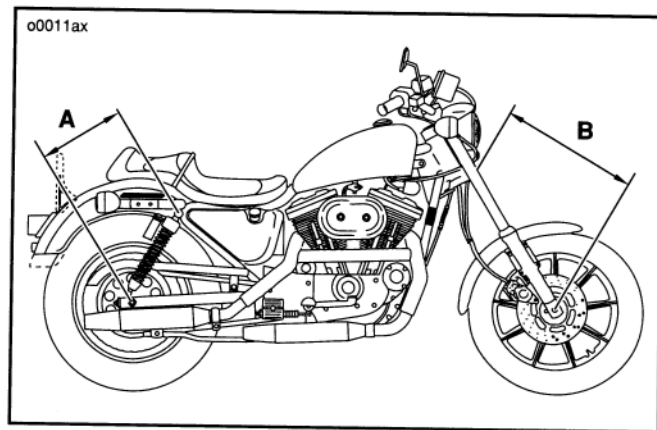

Figura 20. Misurazione del precarico per il modello XL Sport
Abbassare la motocicletta dal cavalletto laterale e far rimbalzare la parte posteriore diverse volte per accertarsi che la sospensione non sia ostacolata. Con la motocicletta senza pilota, prendere le seguenti misurazioni. Vedere la figura 20. Presso l'ammortizzatore posteriore, misurare la distanza (A) tra il centro del bullone dell'ammortizzatore superiore al centro del bullone di quello inferiore. Presso la forcella anteriore, misurare la distanza (B) dal centro dell'asse anteriore al fondo del triplo morsetto inferiore.